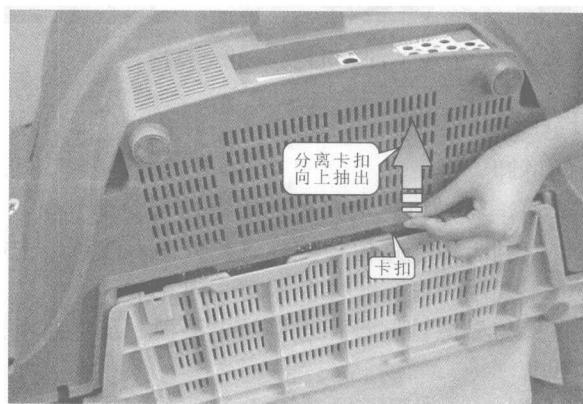

图 1-9 分离卡扣
③ 卸下固定螺钉后, 在电视机的机壳底部有一排固定卡扣, 应先将卡扣分离才能卸下外壳, 具体操作如图 1-9 所示。